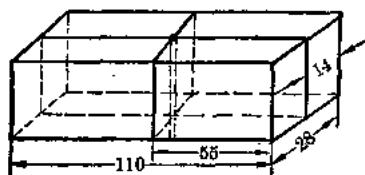

图 1
1. 用 $25 \times 28 \times 110$ (毫米)³木块一块, 四周砂光。二等分 110 毫米一面, 在 55 毫米处在木块周围作一直线, 再在 28 毫米一面量得中点即 14 毫米处也作一根直线, 两直线都延长至 110×28 的平面上, 然后在两线交点, 打一个直径 2 毫米的小孔道, 贯穿木块(图 1)。孔要直, 不能弯曲。